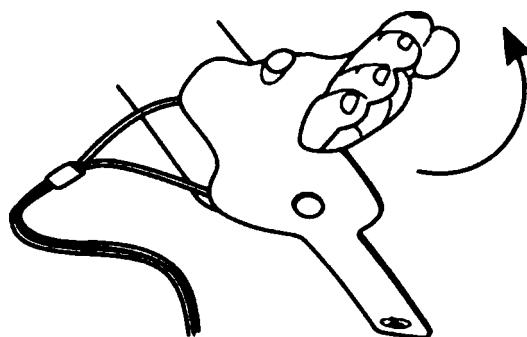

Рис. 5.1.58.
3. Оберните ленту так, чтобы циркуляция крови вокруг места установки не нарушалась, и сохранялось правильное выравнивание окошек детектора и излучателя; стопа **рис. 5.1.58**, кисть руки **рис. 5.1.59.**